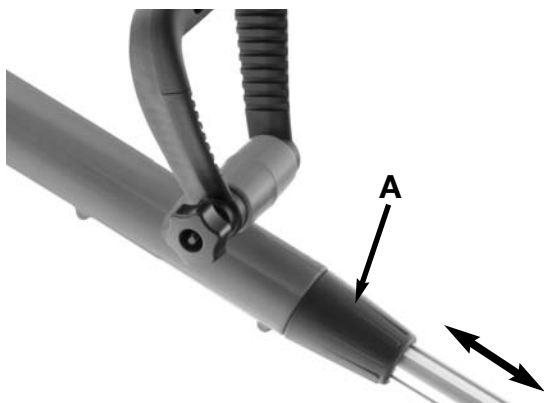

Fig. 2
1. Desserrez la bague de réglage (A) en faisant tourner la bague dans le sens des aiguilles d'une montre.
3. Serrez la bague de réglage (A) en faisant tourner la bague dans le sens contraire des aiguilles d'une montre. (Fig. 2)